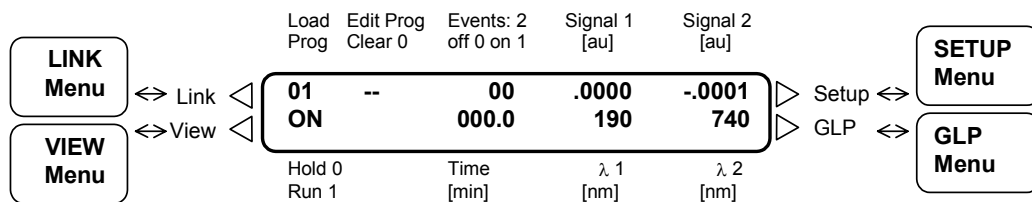

Abb. 4 Menüstruktur Überblick
Nach dem Einschalten des Gerätes, siehe Kapitel „Stromversorgung, Ein/Aus, Autotest“ auf Seite 39, ist das Gerät einsatzbereit, wie auf dem Display Hauptmenü angezeigt wird. Der Mittelteil der Abb. 4 zeigt ein Beispiel für das Hauptmenü.
1. Aktivieren Sie das Operationsfeld, siehe Abb. 4 auf Seite 43.